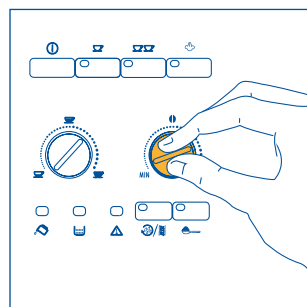
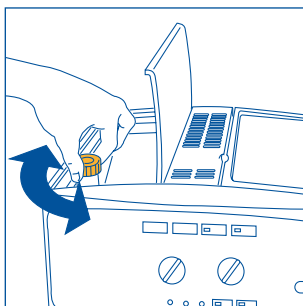

Рис. 7
Рис. 17
2) Поверните правую ручку, рис. 7, для установки необходимого количества молотого кофе. Чем больше вы поворачиваете ручку по часовой стрелке, тем большее количество зерен кофе будет помолото и тем крепче будет приготовленный кофе. При первом использовании необходимо путем проб приготовить несколько чашек кофе, чтобы определить правильное положение ручки. Будьте внимательны и не поворачивайте ручку по часовой стрелке слишком сильно, так есть вероятность получить слишком медленное вытекание готового кофе (каплями), особенно, если вы готовите две чашки кофе.
**Примечание 1:** Если кофе выходит каплями или не выливается весь, необходимо повернуть ручку регулировки помола, рис. 17 на один щелчок по часовой стрелке, см. пар.6. Поворачивайте ручку постепенно на один щелчок до получения удовлетворительной подачи кофе.
**ПРИМЕЧАНИЕ 2:** если кофе выливается слишком быстро и пенка на кофе неудовлетворительная, поверните немного по часовой стрелке правую ручку, рис. 7. Путем проб приготовьте несколько чашек кофе, чтобы определить правильное положение ручки. Будьте внимательны и не поворачивайте ручку по часовой стрелке слишком сильно, так есть вероятность получить слишком медленное вытекание готового кофе (каплями), особенно, если вы готовите две чашки кофе. Если посл нескольких чашек кофе не удается добиться удовлетворительной пенки, поверните так же ручку регулировки помола, рис. 17, против часовой стрелки на один щелчок (см. пар. 6).
**ПРИМЕЧАНИЕ 8:** со временем при износе кофемолки кофе будет вытекать слишком быстро и не будет иметь пенки, так как помол станет крупнее. Для решения этой проблемы необходимо отрегулировать степень помола кофеварки, повернув ручку регулировки степени помола, рис. 17, против часовой стрелки на один щелчок (как описано в гл. 6).
Кофемолка не должна подвергаться регулировке (по крайней мере вначале), так как уже отрегулирована на заводе для обеспечения правильной подачи кофе. Тем не менее, если после первых чашек кофе выливание кофе будет слишком быстрым или медленным (каплями), необходимо произвести коррекцию при помощи ручки степени помола кофе, рис. 17. После поворота ручки по часовой стрелке на один щелчок (равный одной цифре), кофе выливается из кофеварки быстрее (не капая).